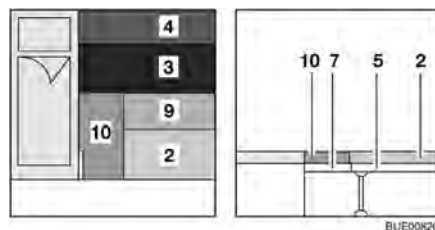

Fig. 94 Después de la transformación
- Colocar el cojín del asiento (Fig. 94,3) en el centro.
- Colocar el cojín del respaldo (Fig. 94,4) entre el cojín del asiento (Fig. 94,3) y la pared.
- Reclinar los cojines del asiento (Fig. 94,2) en la pared.
- Colocar el cojín adicional (Fig. 94,9) entre los cojines del asiento y la pared.
- Colocar el cojín adicional (Fig. 94,10) junto a la cama.